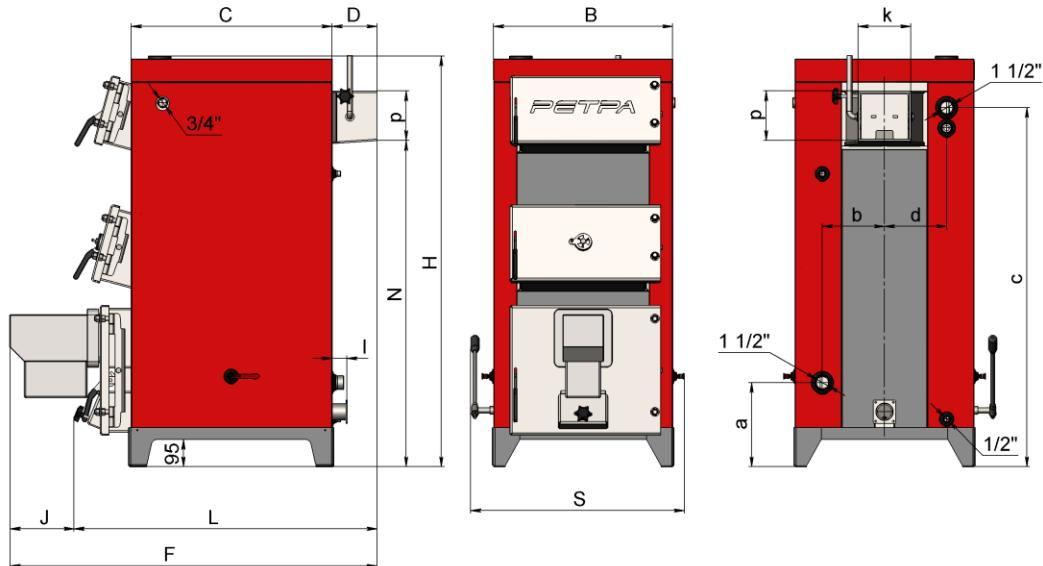

Рис.2. Габаритні та приєднувальні розміри котлів модельного ряду «Ретра-5М KOMFORT»
Габаритні та приєднувальні розміри котлів модельного ряду «Ретра-5М KOMFORT» наведені на Рис.2 та таблиці 4.
4.2 Будова котла (див. Рис.2)